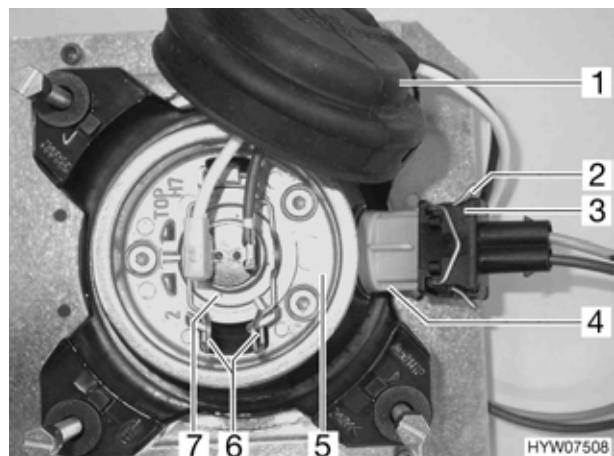

Fig. 184 Abbagliante/luce di posizione
- Togliere il copripolvere di gomma (Fig. 184,1) dall'involucro (Fig. 184,5).
- Stringere le staffe di metallo (Fig. 184,6) ed estrarre le staffe dal supporto.
- Estrarre dall'involucro la lampada ad incandescenza (Fig. 184,7) con il cavo.
- Stringere la graffa di metallo (Fig. 184,2) alla spina del cavo (Fig. 184,3) e estrarre la spina.
- Girare in parte l'involucro (Fig. 184,4) in senso antiorario.